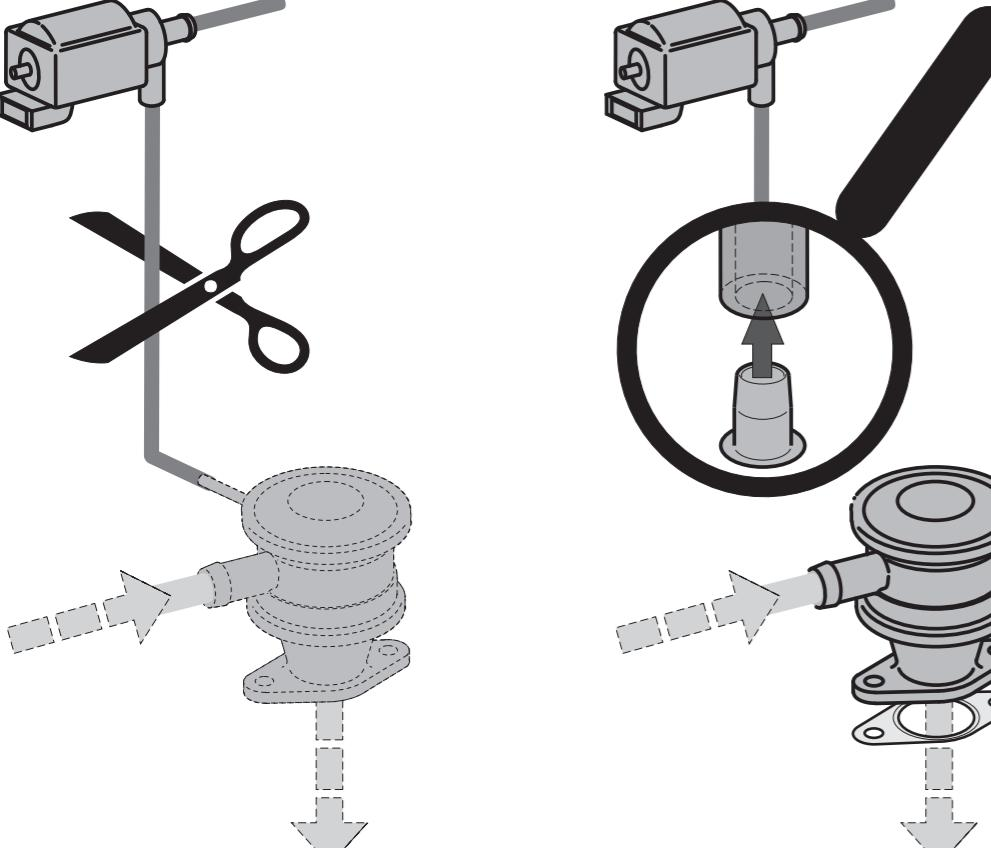

Abb. 1/Fig. 1/Рис. 1
Por eso hay que cerrar la manguera de vacío (2) con el tapón (4) suministrado después de cambiarla (2) (mire la Fig. 1).
Nelle valvole del nuovo tipo di costruzione (5) la valvola antiritorno integrata apre solo mediante la pressione dell'aria secondaria. Di conseguenza, non è più necessario alcun pilotaggio mediante una elettrovalvola di commutazione (1) separata. Per questi motivi, dopo una sostituzione il tubo flessibile del sistema della depressione (2) deve essere chiuso con il tappo (4) fornito a corredo (vedere la Fig. 1).
По этой причине после замены находящийся под разряжением трубопровод (2) должен быть закрыт с помощью входящей в комплект поставки заглушки (4) (смотри рис. 1).